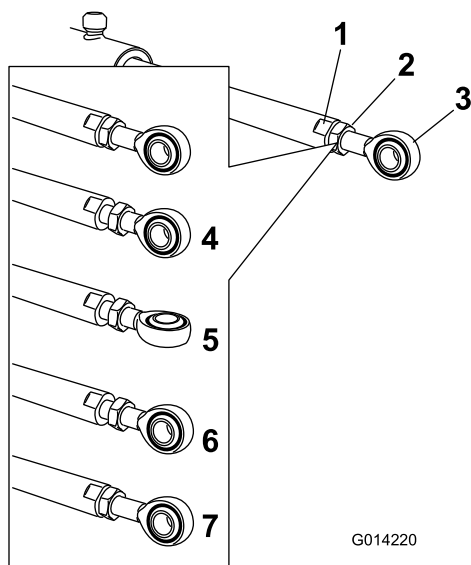

Рисунок 119
5. Удерживая привод неподвижно с помощью ключа, накинутаго на плоские грани штока привода, ослабьте контргайку (Рисунок 119).
6. Поверните конец штока привода, чтобы увеличить или уменьшить длину выдвинутого привода, тем самым установив его в нужное положение (Рисунок 119).